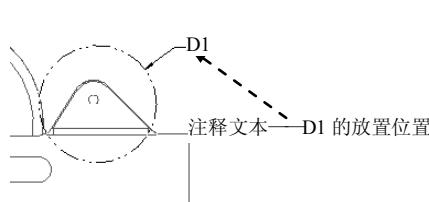

图 10.4.35 注释文本的放置位置
(2) 在 **名称** 文本框中输入放大图的名称 D1；在 **父项视图上的边界类型** 下拉菜单中选择“圆”选项，然后单击 **应用** 按钮，此时轮廓线变成一个双点画线的圆，如图 10.4.35 所示。